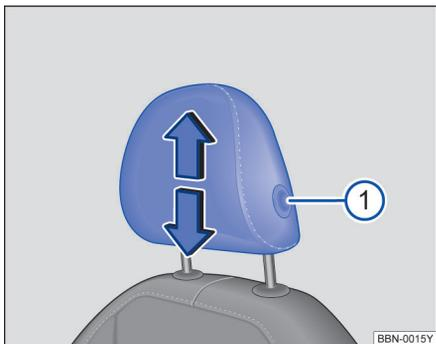

图 58 调整前排头枕
- 按住按钮⇒图 58①，同时沿箭头方向上推或下压头枕即可将头枕调整至合适高度⇒▲。